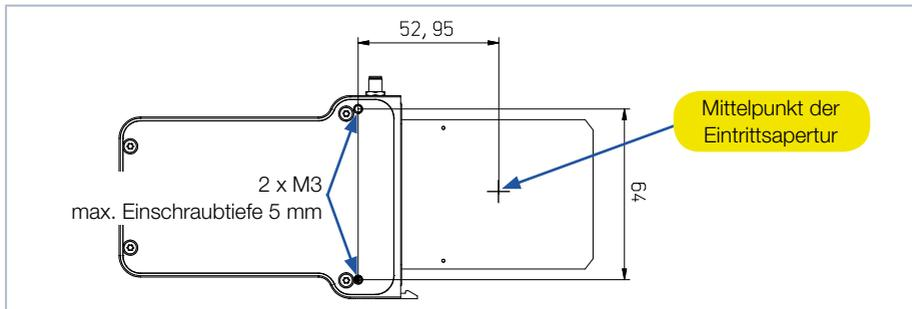

Abb. 9.2: Befestigungsgewinde, Ansicht von unten
2. Montieren Sie das Gerät mit den Befestigungsgewinden M3 an der Unterseite des Gerätes (siehe Abb. 9.2 auf Seite 18).
3. Schrauben Sie die 2 Befestigungsschrauben aus den Befestigungsgewinden M3 an der Unterseite heraus (siehe Abb. 9.2 auf Seite 18).